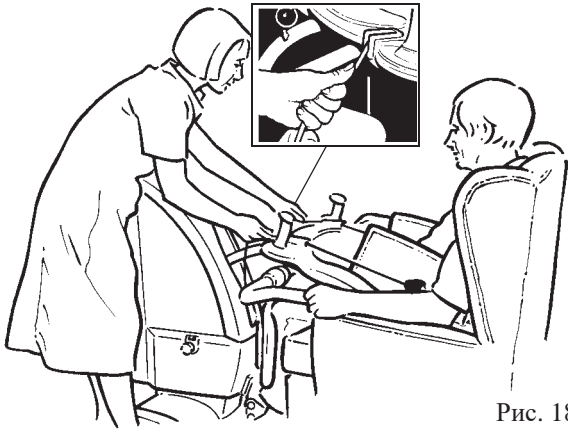

Рис. 18
3. Зафиксируйте соединительные шнуры в удерживающих зажимах (см. рис. 18).
Примечание. Стропа должна поддерживать пациента, но не слишком сильно тянуть его вперед (см. рис. 18).